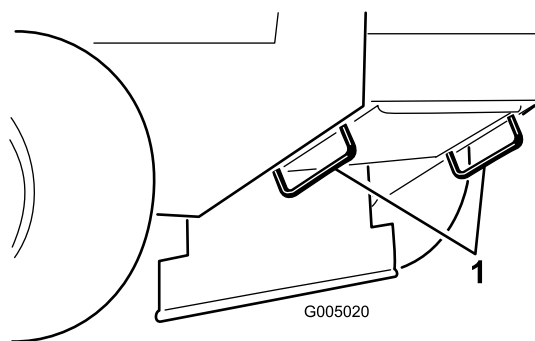

Figure 12
5. Servez-vous des points d'attache en métal de la machine pour l'arrimer solidement sur la remorque ou le véhicule de transport au moyen de sangles, chaînes, câbles ou cordes (Figure 12).